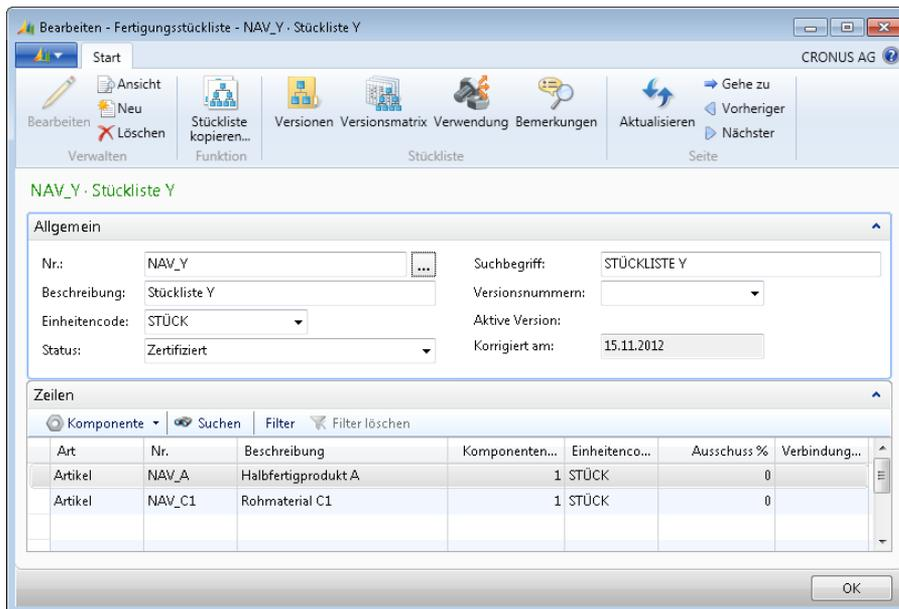

Abbildung 7.2 Die Fertigungsstückliste für den Artikel Y
6. Erstellen Sie nun die Fertigungsstückliste für den Artikel A und danach jene für die Artikel X und Y. Tragen Sie die Fertigungsstücklisten jeweils in der Artikelkarte ein (siehe Abbildung 7.2).